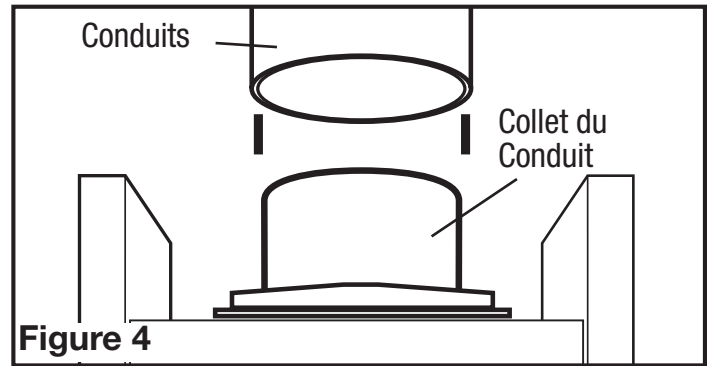

Figure 4
1. Raccorder le conduit au collet de conduit du ventilateur (Figure 4). Fixer en place à l'aide de ruban ou de serre-joint. Toujours évacuer le ventilateur vers l'extérieur au travers de chapeau mural ou de toit. Il est recommandé que les raccords d'extrémité basse de restriction sont utilisées.